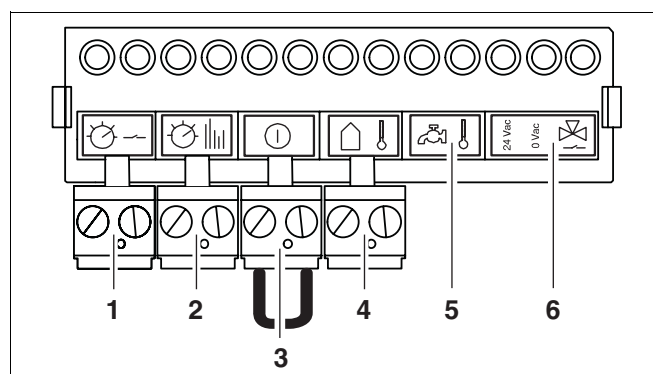

fig. 17 Aansluitstrook
- Sluit de RCC aan op de oranje stekker van de aansluitstrook van het cv-toestel (→ fig. 17, [2], pagina 25).
- Sluit een potentiaalvrije aan/uit-regeling aan op de groene stekker van de aansluitstrook van het cv-toestel (→ fig. 17, [1], pagina 25). De maximaal toelaatbare weerstand van dit circuit bedraagt 100 Ω. Maak hierbij gebruik van een tweeadelige elektriciteitskabel van 0,4 – 0,75 mm2.
- Sluit de buitentemperatuursensor aan op de donkerblauwe stekker van de aansluitstrook van het cv-toestel (→ fig. 17, [4], pagina 25). Maak hierbij gebruik van een tweeadelige elektriciteitskabel van 0,4 – 0,75 mm2.
- Verwijder de doorverbinding op de rode stekker (→ fig. 17, [3], pagina 25).
- Sluit een extern schakelcontact aan op de rode stekker van de aansluitstrook van het cv-toestel (→ fig. 17, [3], pagina 25).